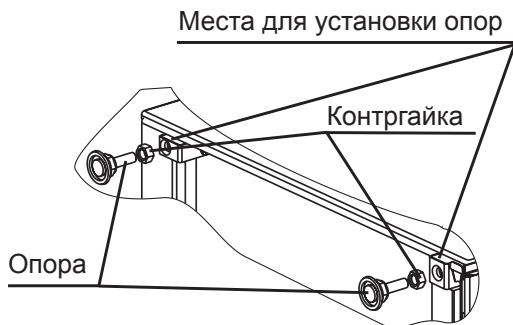

рис. 3
2. При комплектации 2 опорами и 2 гайками, вывернуть из бетонного основания сзади плиты короткие опоры и вернуть их в передние кронштейны, предварительно выставив их на нужную высоту. Затем длинные опоры, находящиеся в пакете с комплектующими, вернуть в резьбовое отверстие бетонного основания, также выставив опоры на нужную высоту (см. рис. 3). При комплектации 4 опорами и 4 гайками вернуть в кронштейны опоры, предварительно выставив их на нужную высоту.